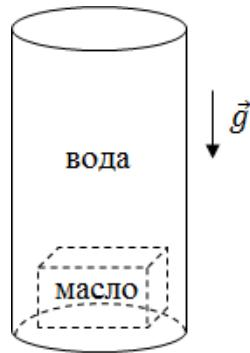

Рис. 113. Задача о всплытии масла в воде.
2. Решение задачи о всплытии масла в воде (рис. 113).